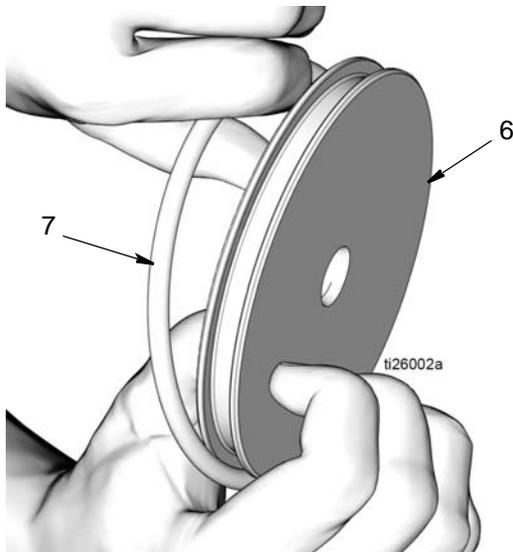

图 21
d. 从活塞杆 (6) 拆下 O 形圈 (7) (图 21)。